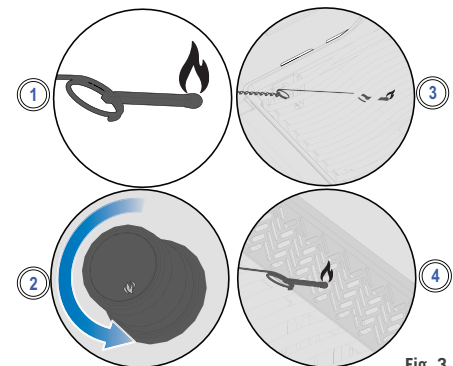

Fig. 3
3. Medan du vrids den motsvarande brännarens vred till hög värme. (Bild 3)